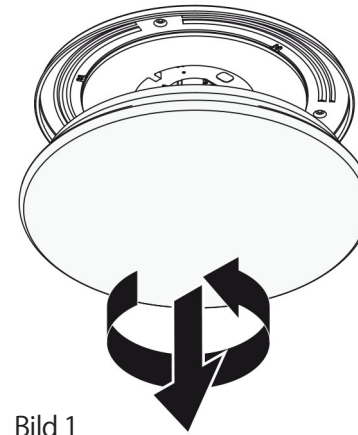

Bild 1
- Bild 1:** Die Kuppel von der Grundplatte abnehmen (Bajonett-Verriegelung).